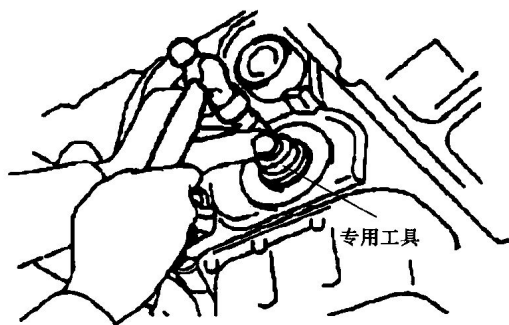

图 1-14 安装新油封
② 使用专用工具及锤子, 轻轻地将新油封敲入, 直到其表面与安装孔端面边缘齐平为止, 如图 1-14 所示。